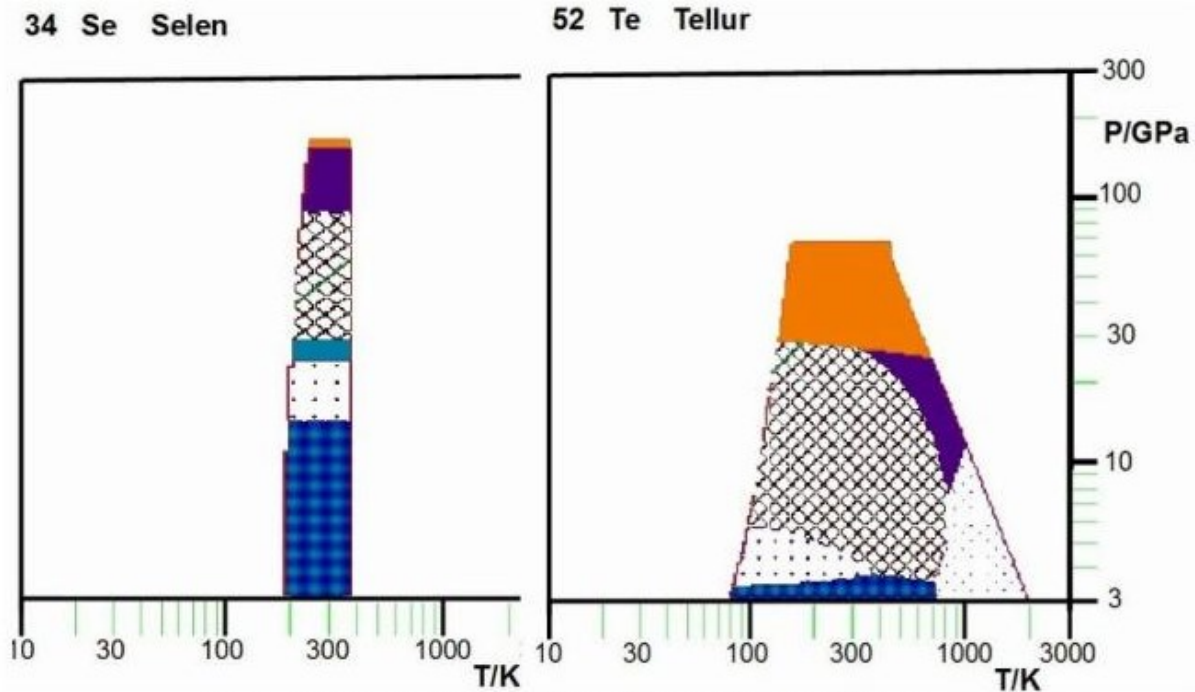

Abbildung 43: Passt Schwefel wohl zu Selen und Tellur?
**Der Alchemist:** Dass Selen und Tellur bei Normaldruck in der hP3- $\alpha$ -Selen-Struktur kristallisieren, habe ich ja schon erwähnt. In beiden Fällen folgen dann ähnlich wie bei Schwefel dicht aufeinander Phasen mit hP9- und aI6-Struktur, wobei die hP9-Struktur hier wohl noch nicht ganz eindeutig bestätigt istOD2010. In dem Bild 43 ist dieser Bereich daher noch als "ungeklärte Struktur" mit einem dünnen quadratischen Punktemuster gekennzeichnet. Anschließend folgen in beiden Fällen wieder die modulierte MG- und die hR1-Struktur. Metallische Eigenschaften treten schon mit dem Übergang in die aI6-Struktur auf. Darüber hinaus gibt es bei Selen und Tellur auch noch eine weitere Phase mit cI2-Struktur, die wieder typisch für einfache Metalle ist. Bei dem direkten Vergleich im Bild 44 seht ihr noch deutlicher die große Ähnlichkeit in dem Verhalten von Schwefel, Selen und Tellur unter Druck, wobei auch die frühere Regel hier deutlich sichtbar wird: Die leichteren Elemente einer Familie benötigen nur höhere Drücke, um